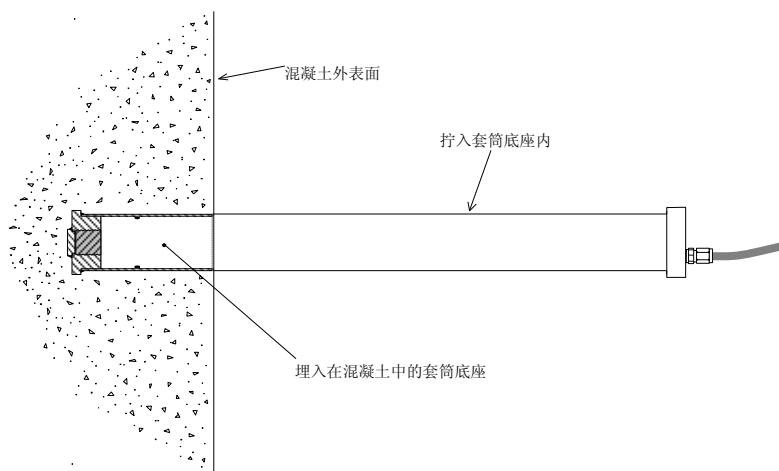

图 3 - 埋入式测缝计安装
4. 在传感器连接器的丝扣上抹少许螺纹锁固剂，把传感器推进套筒底座直至不动。在施加向孔内压力的同时，顺时针方向旋转传感器直到接头稳妥地拧紧在套筒底座内的丝扣中，如图 3。**注意：如果用刚性直埋式电缆，电缆束或卷筒也应旋转进行，以免卷曲电缆。**